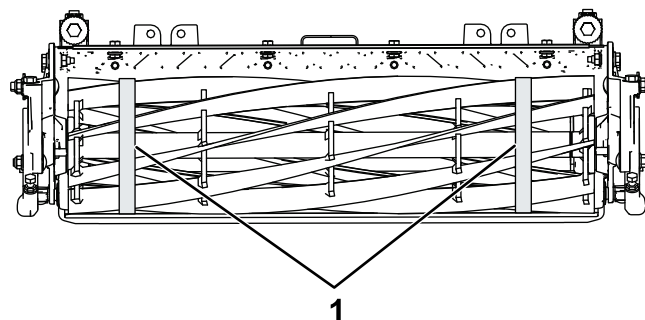

Figura 39
3. Con un nastro per la misurazione del diametro, misurate il diametro esterno del cilindro a entrambe le estremità (Figura 39); la differenza del diametro esterno tra le estremità dovrà essere inferiore a 0,250 mm. Se la differenza è maggiore, eseguire la molatura per correggere la differenze.